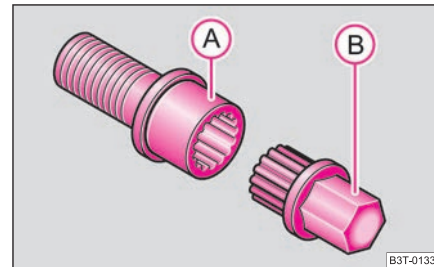

Abb. 206 Sicherheitsradschraube mit Adapter
- Stecken Sie den Adapter (B) mit seiner verzahnten Seite bis zum Anschlag so in die innere Verzahnung der Sicherheitsradschraube (A), dass nur noch der äußere Sechskant herausragt ⇒ Abb. 206. ▶